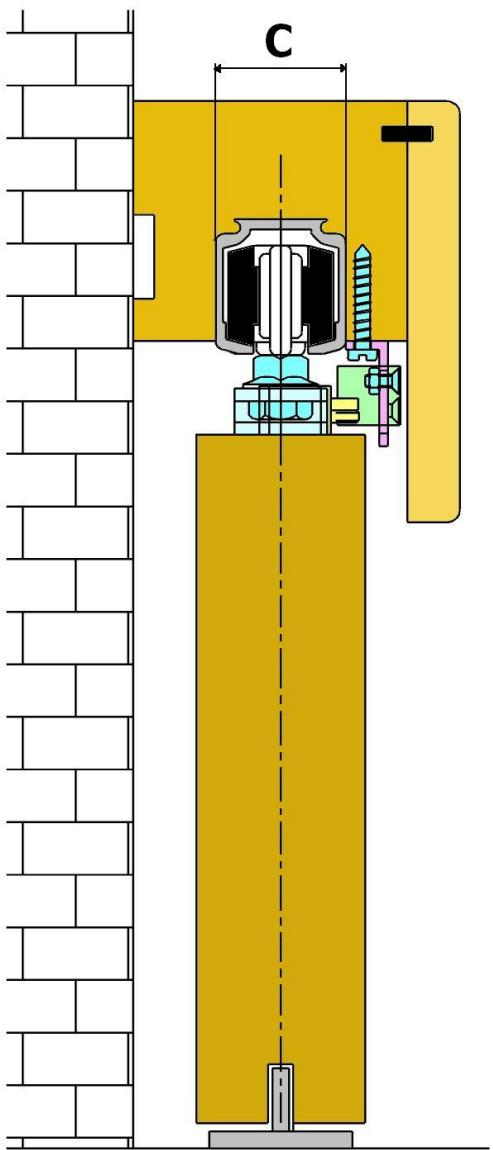

Fig. 3 Regolazione con altezza minima
- Regolare l'altezza del dente in nylon in modo che agganci entrambi i denti in plastica del pistone senza toccare il bordo superiore dell'anta (vedere Fig.3 e 4)). Serrare il dado in modo da fissare in posizione il dente di nylon.
- Regulate the height of the tooth in nylon so to hook the plastic teeth of the piston without hit the superior hem of the door (see Fig. 3 e Fig. 4). Tighten the locknut M3 so to fix in position the tooth in nylon.
- Régler l'hauteur du dent en nylon afin d'accrocher les deux dents en plastique du piston sans toucher le bord supérieur de la porte (voir Fig. 3 et 4). Serrer l'écrou M3 en manière de fixer en position le dent en nylon.